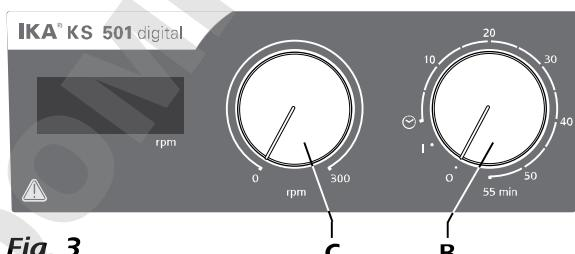

Fig. 3
- ⇒ За включване на устройството завъртете потенциометъра „**Вкл./Изкл.**“ и „**Таймер**“ (B, виж Fig. 3) по посока на часовниковата стрелка в позиция на възпроизвеждане „1“.
- ⇒ За изключване на устройството завъртете потенциометъра „**Вкл./Изкл.**“ и „**Таймер**“ (B) в позиция на възпроизвеждане „0“.
- ⇒ Настройте оборотите на мотора с бутон „**Обороти**“ (C, виж Fig. 3). Оборотите на мотора могат да бъдат настроени от 0 до 300 rpm.